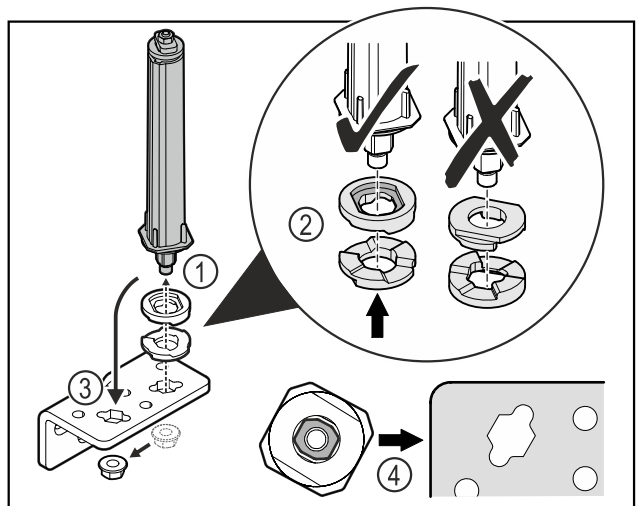

Fig. 52
- ▶ Povolte matici a odstraňte uzavírací systém dvířek Fig. 52 (1).
- ▶ Dbejte na správné vyrovnaní výškově stavitelných podložek Fig. 52 (2).
- ▶ Přesaďte uzavírací systém dvířek v úhelníku závěsu a upevněte jej maticí Fig. 52 (3).
- ▶ Při nasazování dbejte na správné vyrovnaní uzavíracího systému dvířek Fig. 52 (4).